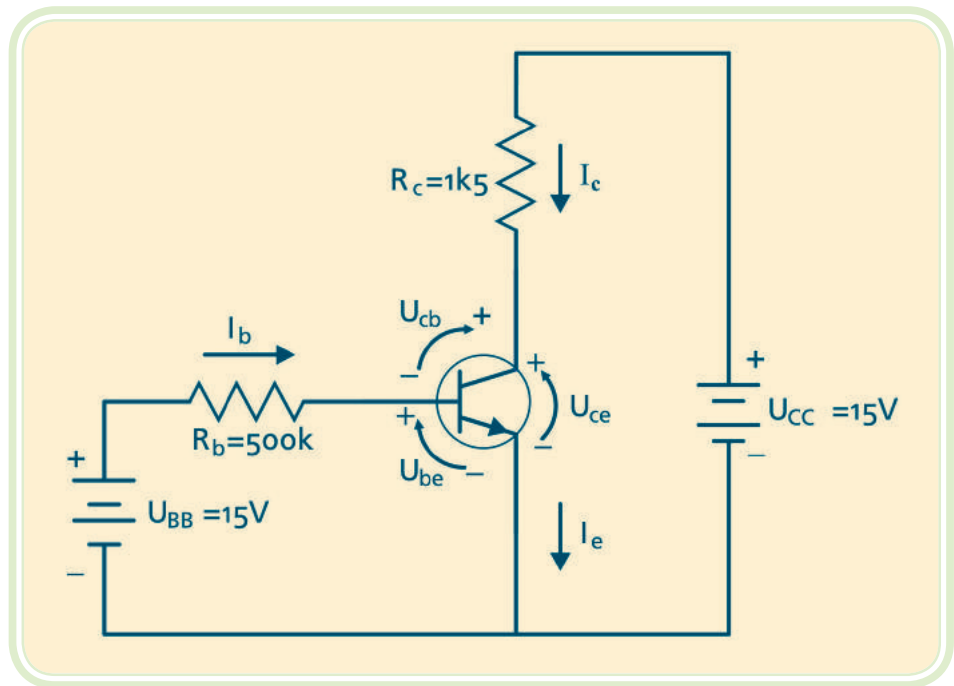

Figura 7.12: Polarização do transistor em emissor comum
- a) Retas de carga** – a Figura 7.12 mostra um circuito com polarização de emissor comum. O desafio consiste em saber os valores de correntes e tensões nos diversos componentes. Uma forma de solução é o uso da reta de carga.
Vamos definir a reta de carga para o circuito da Figura 7.12 e determinar os valores de I_C e U_{CE} de operação do transistor.